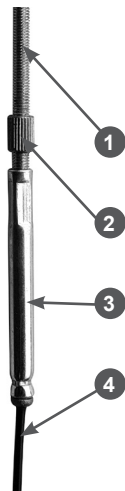

Рис. 10 Регулировка длины троса включения хода
- при необходимости, отрегулируйте длину троса с помощью регулировочной муфты (Рис. 10). Чтобы укоротить трос – накрутите регулировочную муфту 3 на Z-образный наконечник 1 троса. Чтобы удлинить трос – открутите. После регулировки затяните контргайку 2 (Рис. 10).